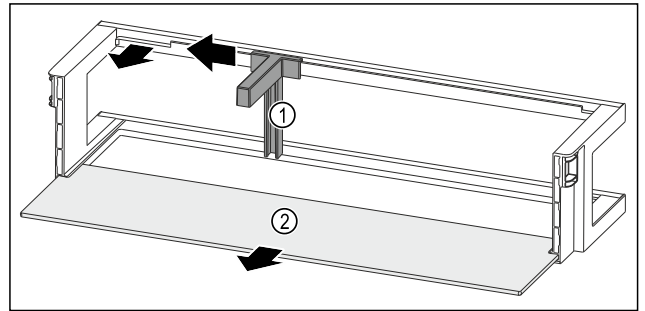

Fig. 92 Лотки на дверцятах із тримачем пляшок і полицею
- ▶ Пересуньте тримач пляшок Fig. 92 (1) убік до пазу.
- ▶ Вийміть тримач пляшок Fig. 92 (1).
- ▶ Дістаньте полицю Fig. 92 (2).